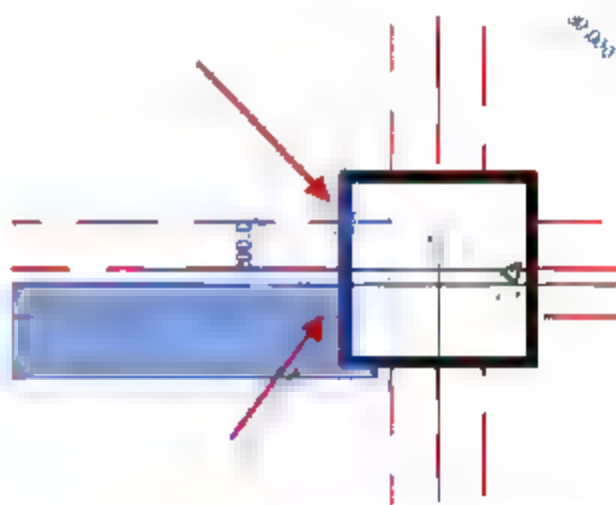

图 4.2.16 调整矩形梁的位置
(16) 调整矩形梁 KL-B1 的位置, 选中矩形梁 KL-B1, 按快捷键 M+V, 移动矩形梁的位置, 使其与梁线对齐, 如图 4.2.16 所示。